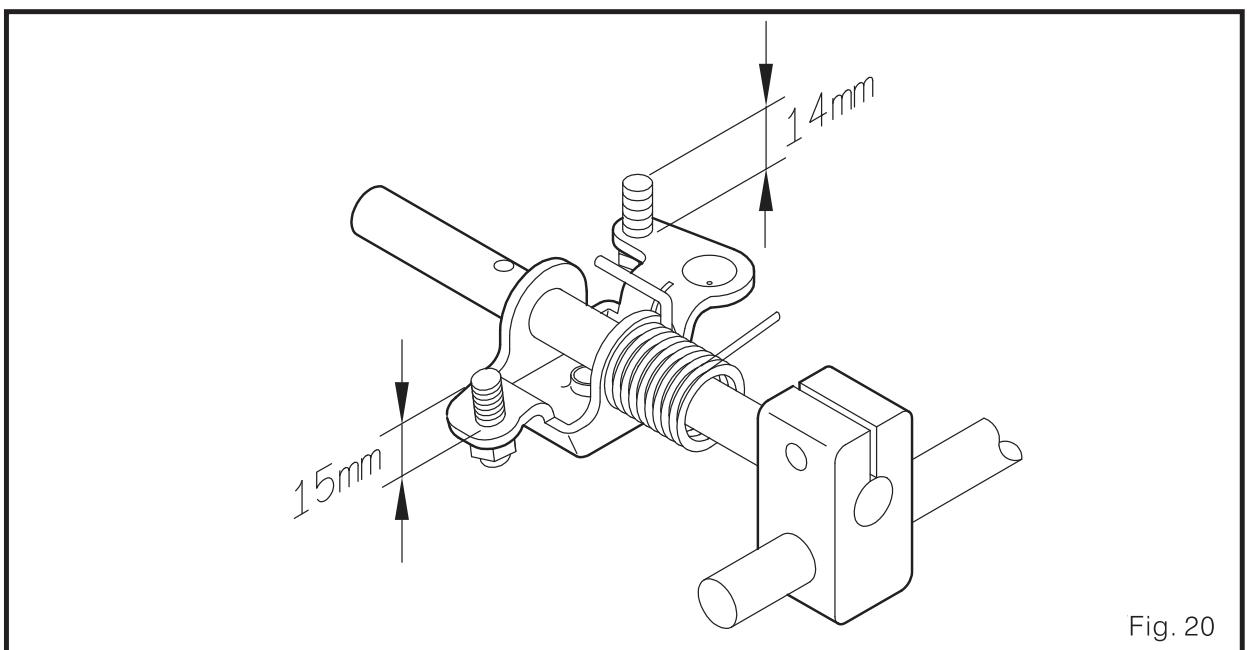
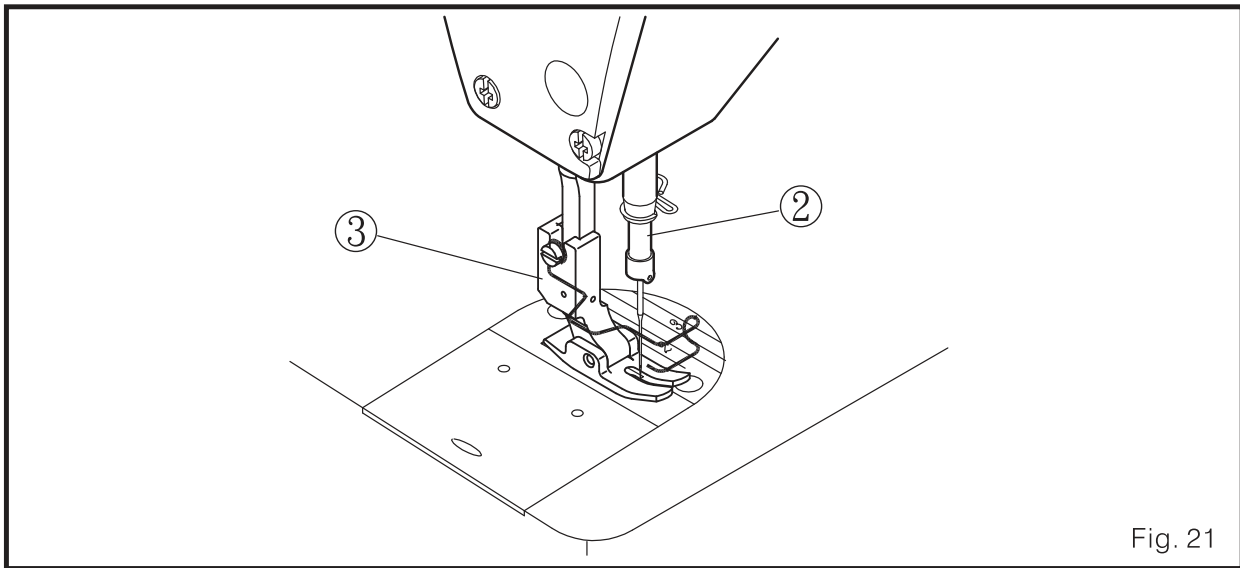

Fig. 20
Fig. 21
1. A altura de elevação padrão é de 10 mm usando o acionador de joelho do calcador. (Fig.20, Fig. 21)
2. Ajustando o parafuso ① no acionador de joelho, o calcador pode ser levantado até 13 mm.
3. Quando o calcador estiver ajustado para ser levantado acima de 10 mm, verifique se a extremidade inferior da barra da agulha ② em sua posição inferior ③ não bate no calcador.